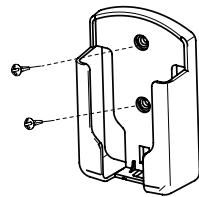

Рисунок 3.
1) За допомогою гвинтів (з комплекту аксесуарів) закріпіть тримач пульта дистанційного керування в стабільному положенні (див. Рисунок 3). Обов'язково прочитайте розділ «1. Заходи безпеки при монтажі», щоб визначити місце розташування.